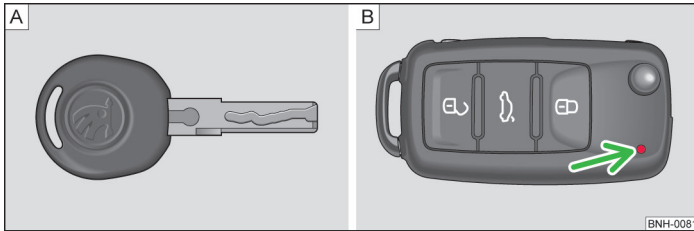
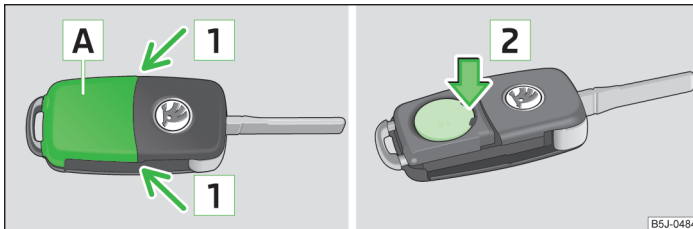

Abb. 8 Schlüssel ohne Fernbedienung / Schlüssel mit Fernbedienung (Funkschlüssel)
Abb. 9 Funkschlüssel: Deckel abnehmen / Batterie herausnehmen
Mit dem Fahrzeug werden zwei Schlüssel ausgeliefert. Je nach Ausstattung kann Ihr Fahrzeug mit Schlüsseln ohne Funkfernbedienung » Abb. 8 - A oder mit Funkfernbedienung » Abb. 8 - B ausgestattet sein.
Jeder Funkschlüssel enthält eine Batterie, die unter dem Deckel **A** untergebracht ist » Abb. 9. Wenn die Batterie entladen ist, blinkt nach dem Drücken einer Taste auf dem Funkschlüssel die rote Kontrollleuchte » Abb. 8 auf Seite 26 - **B** nicht. Wir empfehlen Ihnen, die Schlüsselbatterie von einem Fachbetrieb wechseln zu lassen. Falls Sie jedoch die entladene Batterie selbst wechseln möchten, gehen Sie wie folgt vor.
- › Die Batterieabdeckung mit dem Daumen oder mit einem flachen Schraubendreher im Bereich der Pfeile **1** abdrücken » Abb. 9.